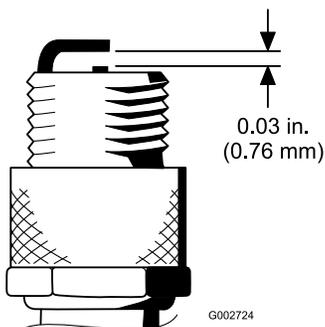

Bild 27
4. Stellen Sie den Elektrodenabstand zwischen der mittleren und der Seitenelektrode auf 0,76 mm ein (Bild 27). Setzen Sie eine Zündkerze mit korrektem Elektrodenabstand und der Dichtung ein und ziehen Sie sie mit 23 Nm an. Wenn Sie keinen Drehmomentschlüssel benutzen, ziehen Sie die Kerze fest an.